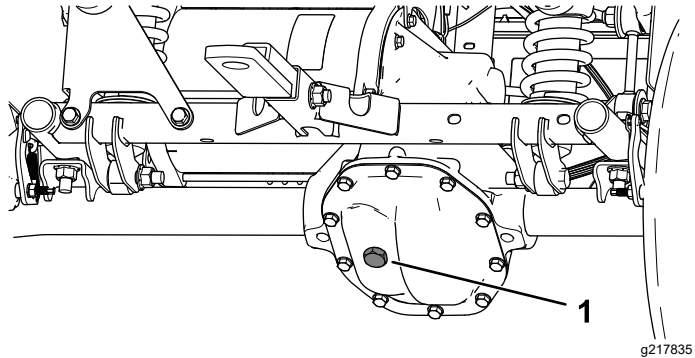

Bild 47
4. Entfernen Sie die Füllschraube am Getriebe (Bild 47).
5. Wenn der Ölstand niedrig ist, nehmen Sie die Füllschraube ab und füllen Sie die angegebene Ölsorte ein, bis das Öl aus dem Loch ausläuft (Bild 47).
- Entfernen Sie die Füllschraube am Getriebe und füllen Sie das Getriebe mit Öl der angegebenen Sorte, bis es aus dem Füllloch ausläuft (Bild 47).